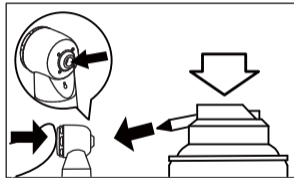

Fig. 11
- 2) Lubrique el dispositivo de sujeción directamente por el orificio de inserción de la fresa. (Fig.11)